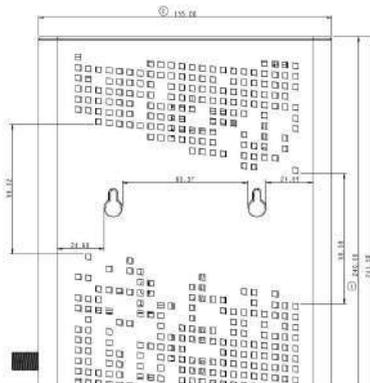

Figura 1: Distancia (horizontal) Entre soportes para tornillos
1. Instale dos tornillos separados, en posición horizontal, en una pared, utilizando la medida que se muestra en la Figura 1. Los tornillos deben sobresalir de la pared al objeto de encajar el dispositivo entre la cabeza del tornillo y la pared. Si los tornillos se instalan en paneles de yeso. Emplee anclajes murales huecos para asegurarse de que la unidad no se separe de la pared debido a una tensión prolongada del cable y de los conectores eléctricos